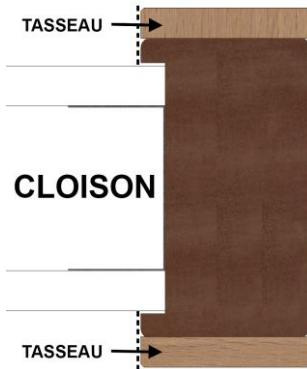

Figure 5
5.3.1.5. CAS SANS FEUILLURE (SECTION < 118x56) * - figure 5 -
Le cas de montage présenté dans cette notice est celui représenté Figure 5. Suivre la même procédure pour les autres cas. Lorsqu'il y aura des différences, ces dernières seront précisées.